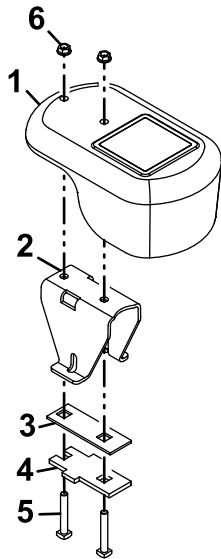

Bild 7
- Befestigen Sie die Platten am Ballast mit den Schrauben (3/8" x 2 1/2") und Muttern (Bild 7).